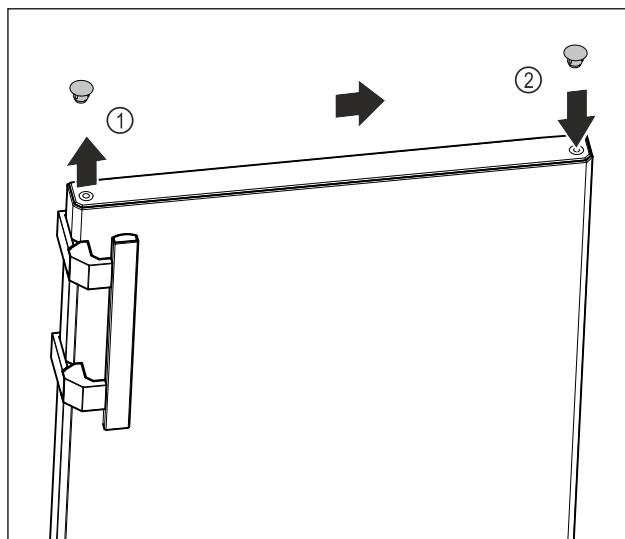

Fig. 9
- Oprezno podignite pokrovni čep na gornjoj strani vrata Fig. 9 (1) s pomoću križnog odvijača.
- Umetnите pokrovni čep na suprotnu stranu. Fig. 9 (2)